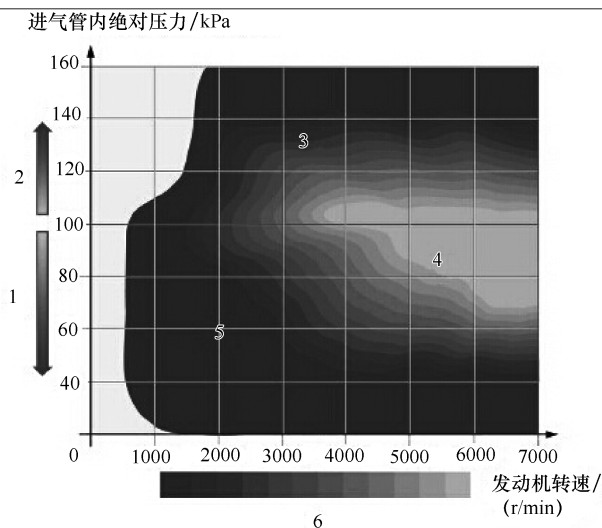

图 2-12 负荷控制
(4) 负荷控制 N54 发动机的负荷控制通过节气门和废气旁通阀实现。在此，节气门是主要执行元件，通过控制废气旁通阀对增压压力进行微调。满负荷时，节气门完全打开，负荷由废气旁通阀进行控制。负荷控制如图 2-12 所示。